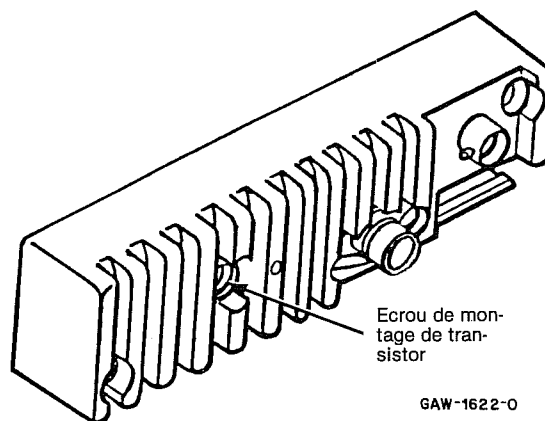

Figure 16
(2) Désérrez l'écrou de montage de l'arrière du dissipateur thermique (voir figure 16).